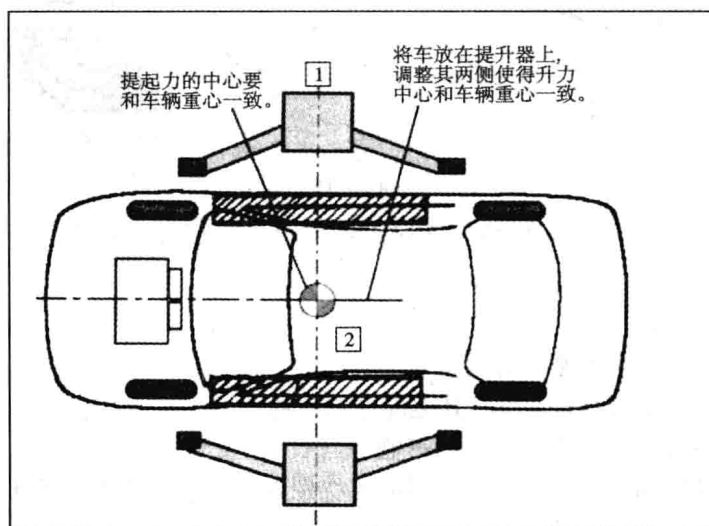

图 1-14
(1) 把车辆置于举升器中心。
(2) 把板和臂固定到修理手册所标示的位置上(见图 1-14)。